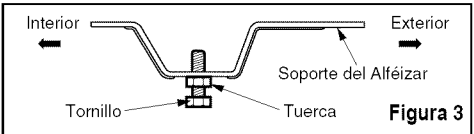

Figura 3
3. Ligeramente ensamble el soporte del alféizar usando las partes de la Figura 3.